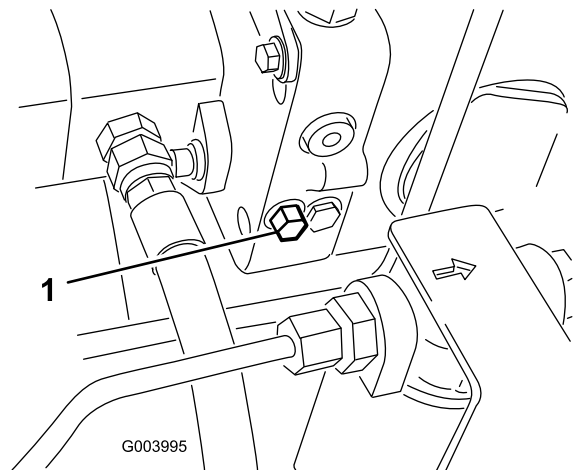

Figura 68
1. Gire el perno de la válvula de desvío una vuelta y media para abrirla y dejar pasar el aceite internamente (Figura 68).